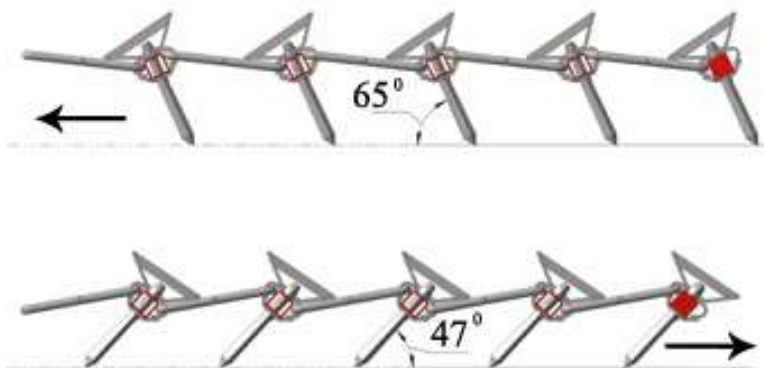

Рисунок 8 – Наклон зубьев к почве
3.11 Также имеется возможность установки полотен в два положения с разными углами наклона зуба к почве (рис. 8).